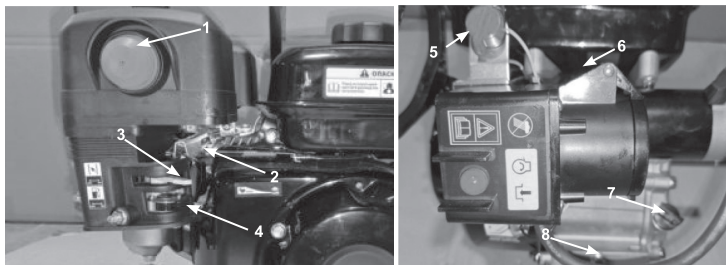

Рис.11
- Откройте топливный кран (4) Рис.11, переместив рычаг топливного крана в крайнее правое положение.
- При запуске холодного двигателя установите рычаг воздушной заслонки (3) Рис.11 в положение закрыто (крайнее левое положение). Запуск теплого двигателя производите при открытой заслонке.
- Отодвиньте рычаг газа (2) Рис.11 на 1/3 влево к положению быстро.
- Нажмите на праймер подкачки топлива (1) Рис.11 три раза. При запуске теплого двигателя праймер нажимать не надо.
- Установите выключатель (5) Рис.11 в положение ON.